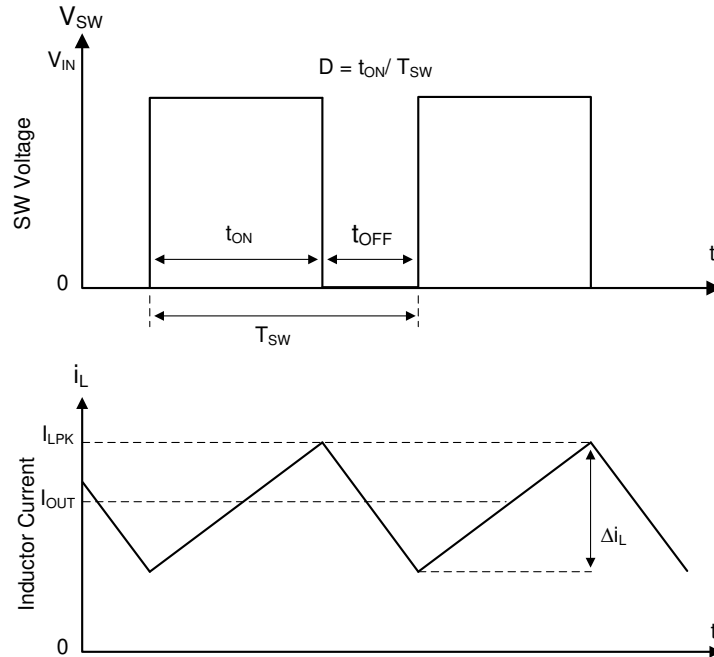

图 7-1. 连续导通模式 (CCM) 下的 SW 节点和电感器电流波形
LMR514x5-Q1 的以下运行说明参考了 功能方框图 和 图 7-1 中的波形。LMR514x5-Q1 是一款同步降压转换器，具有集成式高侧 (HS) 和低侧 (LS) 开关 (同步整流器)。LMR514x5-Q1 通过使用受控的占空比打开高侧和低侧 NMOS 开关，来提供稳定的输出电压。高侧开关导通期间，SW 引脚电压上升至约 V_{IN} ，电感器电流 i_L 以线性斜率 $(V_{IN} - V_{OUT})/L$ 增加。当高侧开关被控制逻辑断开时，低侧开关在经过反击穿死区时间后将会导通。电感电流通过低侧开关以斜率 V_{OUT}/L 放电。降压转换器的控制参数为占空比 $D = t_{ON}/T_{SW}$ ，其中 t_{ON} 是高侧开关导通时间， T_{SW} 是开关周期。转换器控制环路通过调整占空比 D 来维持恒定的输出电压。在可忽略损耗的理想降压转换器中， D 与输出电压成正比，与输入电压成反比： $D = V_{OUT}/V_{IN}$ 。